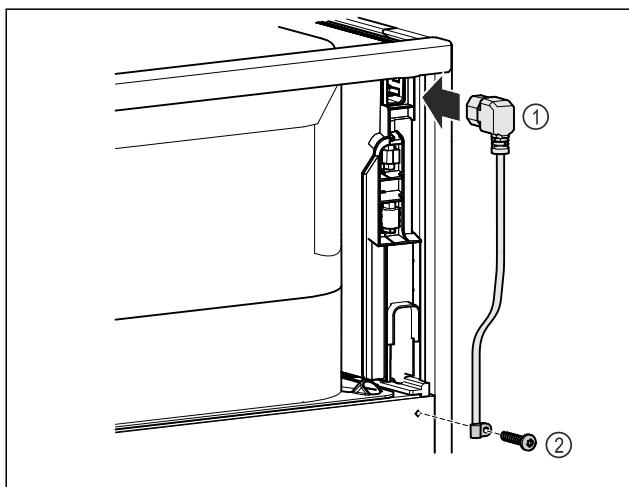

Fig. 11
- Включете буксата за свързване на уреди с ниска мощност на захранващия кабел Fig. 11 (1) от задната страна на уреда.
► Монтирайте кабелната муфа. Fig. 11 (2)